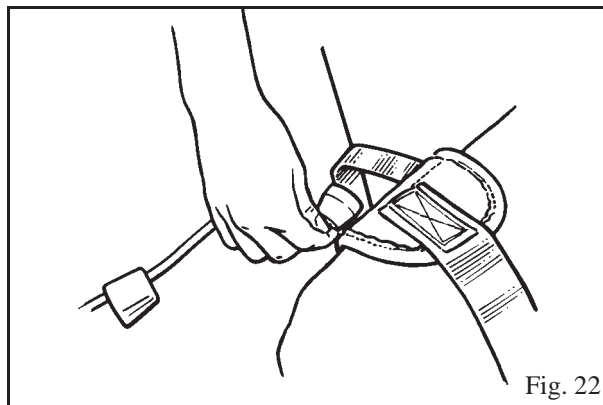

Fig. 22
1. Finn festeremmen på hver benseksjon av seilet, og fest den høyre festesnoren til den venstre remmen, og gjenta på den andre siden. (Se festing av snorene i Fig. 22 og Fig. 17)